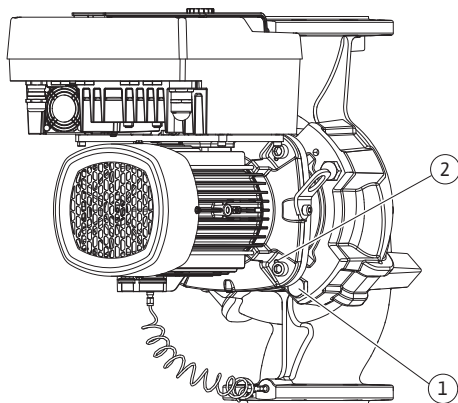

Fig. 104: Istiskivanje utičnoga kompleta putem provrta s navojem (DN 100...DN 125)
23. Istisnite utični komplet s kućišta pumpe. Za to upotrijebite dva provrta s navojem (vidi Fig. 104, poz. 1).
33. Za istiskivanje utičnog kompleta s kućišta pumpe upotrijebite dva provrta s navojem (Fig. 104, poz. 1) koji se nalaze pored i prikladne, lokalno dostavljene vijke (npr. M10 x 25 mm).